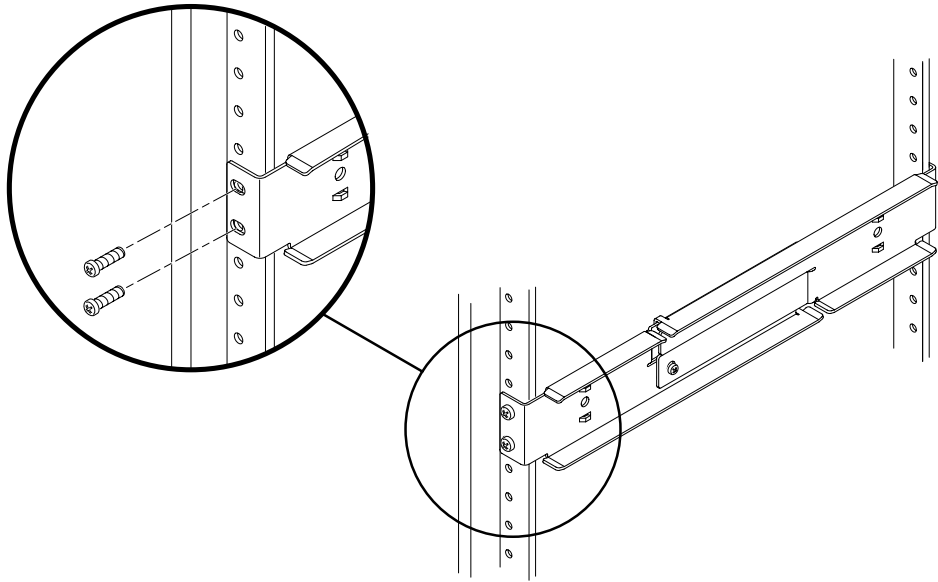

FIGURE 3-16 Fixation de l'avant des rails réglables à l'armoire
3. Soulevez l'un des rails réglables jusqu'à l'emplacement souhaité dans l'armoire et, à l'aide de deux vis, fixez l'avant du rail dans celle-ci (FIGURE 3-16).